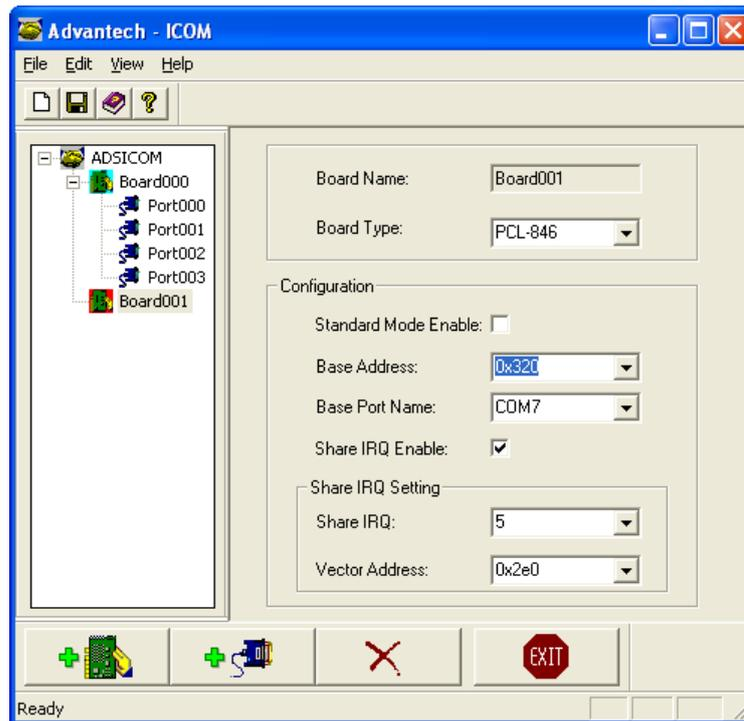

Рисунок 2 - Конфигурация второй платы расширителя портов
- 6) Для этого нажмите кнопку  внизу экрана. Параметры установите в соответствии с рисунком Рисунок 2. Далее нажмите кнопку  для добавления портов;